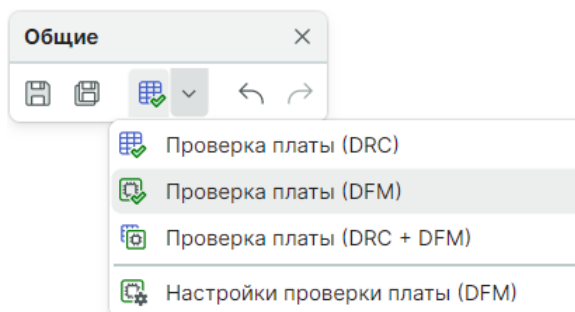

Рис. 507 Запуск DFM-проверки платы
1. На панели инструментов «Общие» вызовите выпадающий список с помощью символа  и выберите пункт «Проверка платы (DFM)», см. Рис. 507.